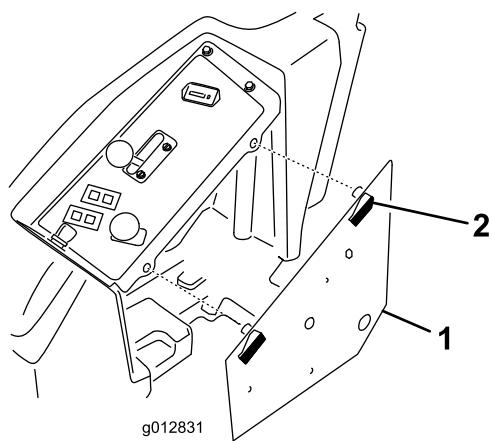

Figure 22
4. Déverrouillez le couvercle du panneau de commande et écartez-le (Figure 22).
- Déverrouillez le couvercle du panneau de commande et écartez-le (Figure 22).